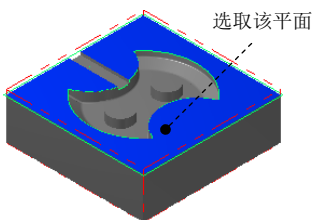

图 22.42 选取加工面
(1) 选取加工面。在图形区中选取图 22.42 所示的面，然后按 Enter 键，系统弹出“刀具路径的曲面选取”对话框。